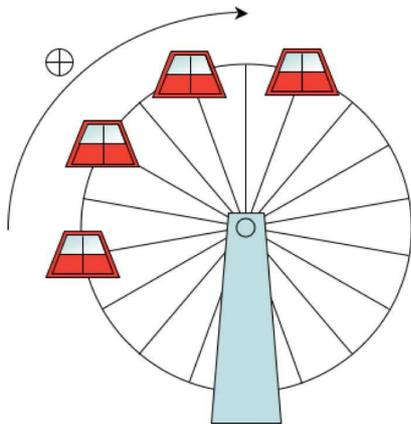

FIGURE 2 – Translation circulaire.
- Lorsque les trajectoires de différents points sont des cercles, la translation est **circulaire**. C'est le cas d'une cabine suspendue à une grande roue — alors même que la grande roue elle-même est en rotation — voir figure 2.